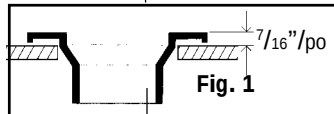

Fig. 1
5. Make sure top of Closet Flange is $\frac{7}{16}$ " above floor surface. In some cases, the use of closet flange spacer(s) (included) may be required to achieve this mounting height (Fig. 1).
5. Assurez-vous que la bride de sol surplombe la surface du plancher de $\frac{7}{16}$ po. (Voir Fig. 1).
5. Verifique que la brida del suelo esté a $\frac{7}{16}$ " por encima de la superficie del suelo. En algunos casos, puede ser necesario usar espaciador(es) (que vienen incluidos), para lograr esta altura en la instalación (Fig. 1).